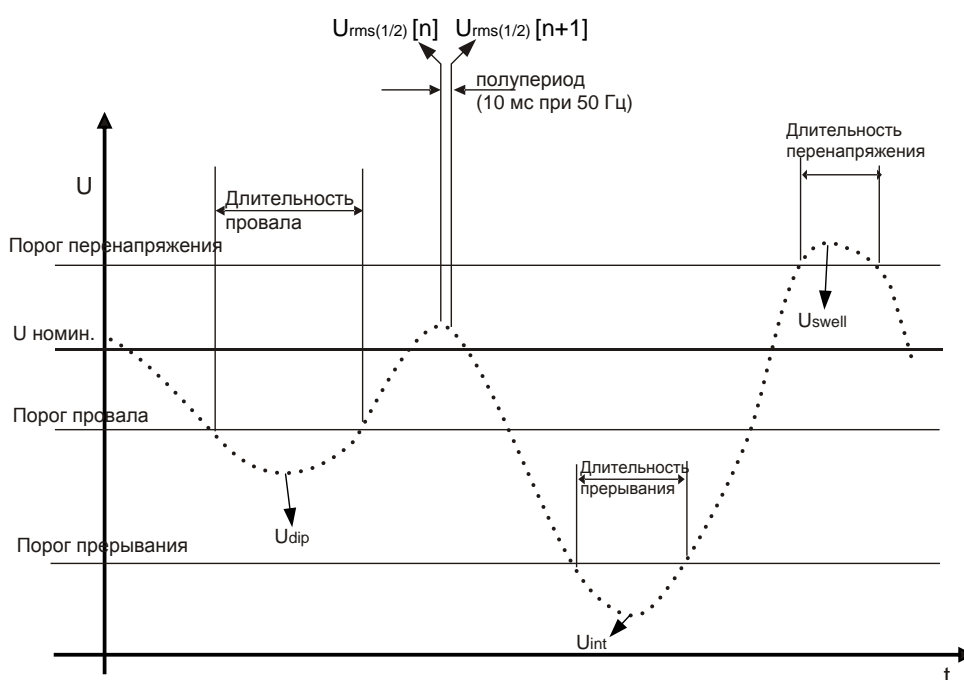

Рисунок 6.8 Определение событий напряжения.
- В однофазных системах провал напряжения начинается, когда напряжение $U_{Rms(1/2)}$ падает ниже порога провала, и заканчивается, когда напряжение $U_{Rms(1/2)}$ равно или выше порога провала плюс 2% от входного напряжения (входное напряжение определяется напряжением в системе электроснабжения и коэффициентом преобразования измерительного преобразователя) (см. Рисунок 6.8).
- В однофазных системах перенапряжение начинается, когда напряжение $U_{Rms(1/2)}$ превышает порога перенапряжения, и заканчивается, когда напряжение $U_{Rms(1/2)}$ равно или ниже порога перенапряжения минус 2% от входного напряжения (входное напряжение определяется напряжением в системе электроснабжения и коэффициентом преобразования измерительного преобразователя) (см. Рисунок 6.8).
- В однофазных системах прерывание напряжения начинается, когда напряжение $U_{Rms(1/2)}$ падает ниже порога прерывания, и заканчивается, когда напряжение $U_{Rms(1/2)}$ равно или выше порога прерывания плюс 2% от входного напряжения (входное напряжение определяется напряжением в системе электроснабжения и коэффициентом преобразования измерительного преобразователя) (см. Рисунок 6.8).